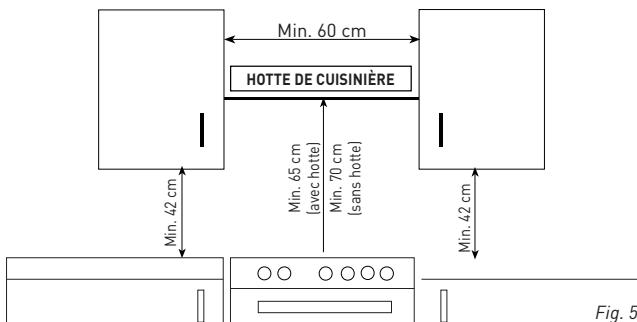

Fig. 5
- La cuisinière peut être placée près d'un autre meuble, mais veillez à ce que la hauteur des meubles environnants ne dépasse pas la hauteur de la cuisinière (voir fig. 5).
- La hauteur minimum entre le plan de cuisson et la hotte (ou les éléments muraux) est indiquée sur la fig. 5. La hotte d'évacuation doit être située à au moins 65 cm du plan de cuisson. S'il n'y a pas de hotte, la hauteur du meuble situé au-dessus du plan de cuisson ne doit pas être inférieure à 70 cm.